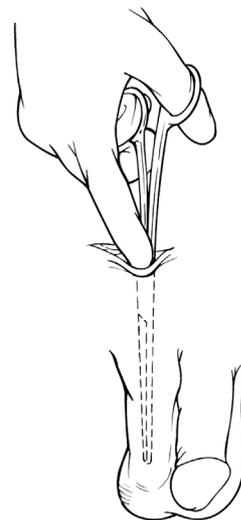

Abbildung 4-10. Raum schaffen
18. Mithilfe einer stumpfen Präparation wird im Skrotum ein unabhängiger Subdartos-Raum geschaffen (**Abbildung 4-10**).